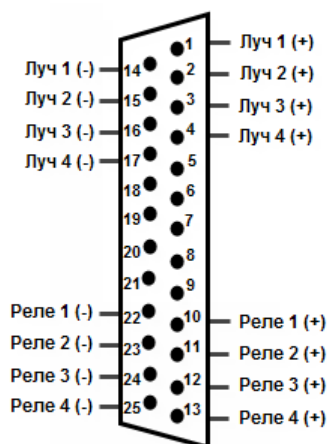

Рис. 2.4—18 Разводка внешнего разъема платы «МО USBIO 4x4»
4. Для подключения лучей и реле распаять разъем, входящий в комплект поставки. Распайка производится в соответствии с разводкой внешнего разъема платы «МО USBIO 4x4» (Рис. 2.4—18).